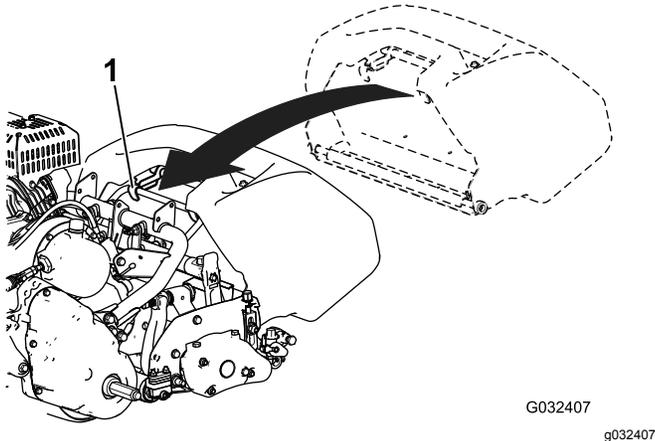

Figura 11
1. Agarre no cesto pela pega (Figura 11).
2. Oriente o rebordo do cesto entre as placas laterais da unidade de corte e sobre o rolo frontal (Figura 11).
3. Instale os ganchos do cesto por cima do arco da estrutura (Figura 11).